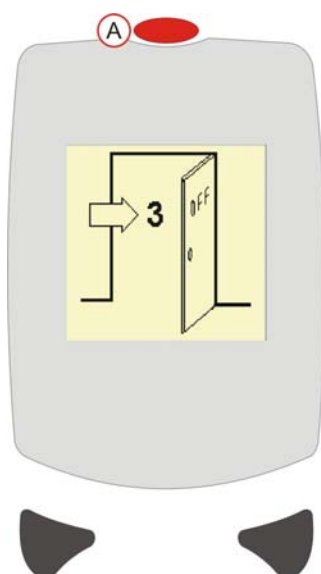

Рис. 14 Выключение прибора
По окончании измерений нажмите и удерживайте в течение 3 секунд кнопку ВКЛ/ВЫКЛ (см. Рис. 14 (A)). На дисплее появится «дверь» и обратный отсчет чисел «3, 2, 1».